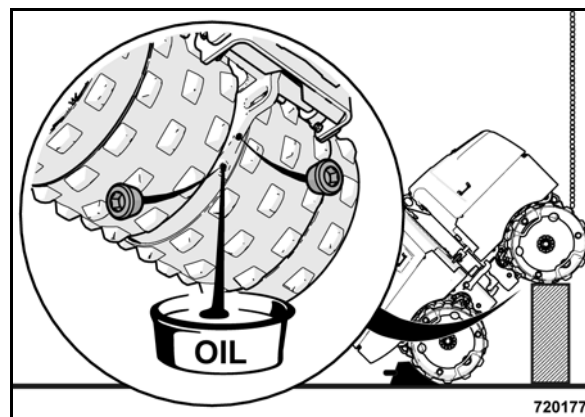

Рис. 106
- Выкрутить сливную и вентиляционную резьбовую пробку на заднем ободе (Рис. 106).